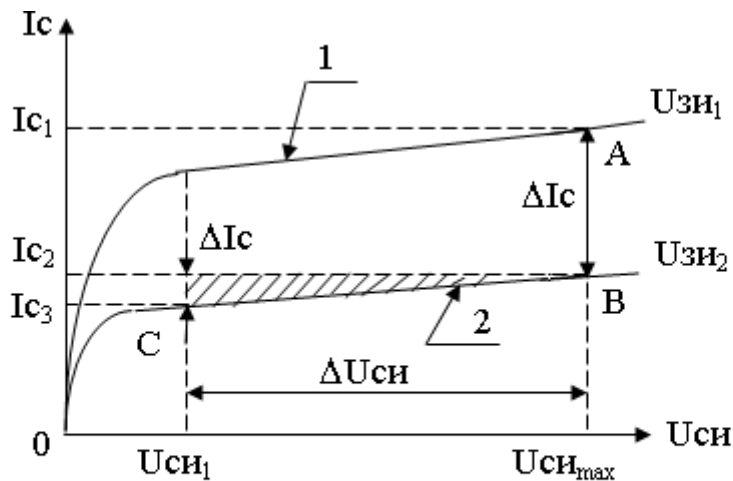

Рис.5. Определение параметров полевых транзисторов по выходным характеристикам.
Уравнение (16) получило название *внутреннего уравнения*. Это уравнение широко применяется на практике для вычисления третьего параметра по двум известным. Чтобы определить параметры полевого транзистора с управляющим *p-n*-переходом необходимо иметь семейство выходных характеристик. Крутизну характеристики и внутреннее сопротивление могут быть определены графически по выходным характеристикам на рабочем участке (рисунок 5).